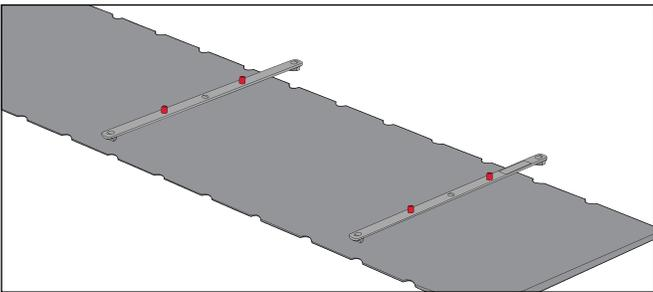

ABB. 1
1. Stecken Sie die Enden der Indexschienen in die entsprechenden mit Varian Exact® kompatiblen Indexkerben auf der Tischplatte oder Vorrichtung im Abstand von 700 mm (gewöhnlich 5 Indexkerben) und lassen Sie die Indexschienen einrasten (Abb. 1).